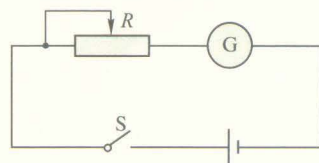

图 1-4-1
1. 如图 1-4-1 所示，把电源、滑动变阻器、开关和一个零点在刻度盘中央的电流计串联成实验电路。实验中改变电源正、负极与电流计接线柱的连接，由此识别 **电流计的指针偏转方向与输入电流方向之间的关系**。